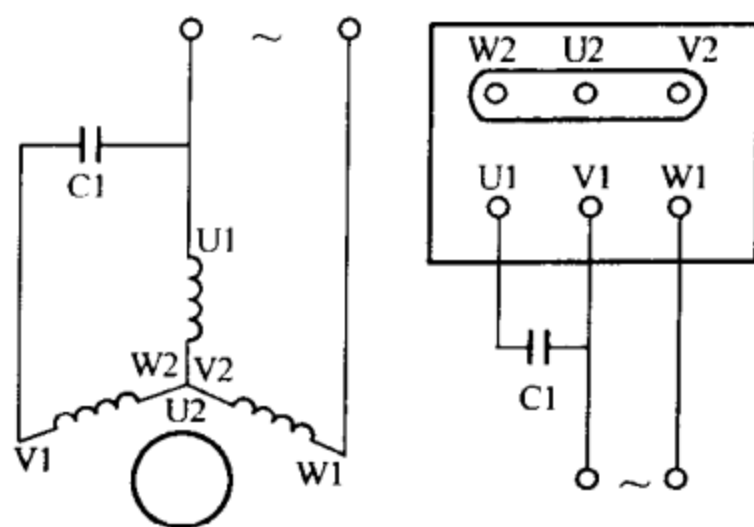
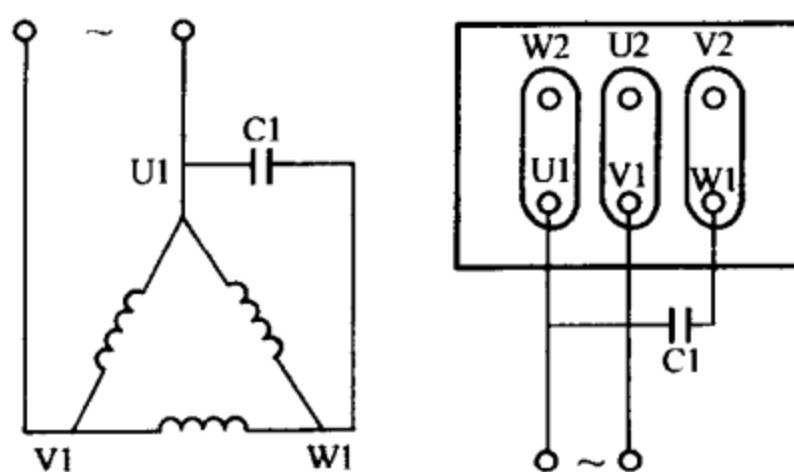
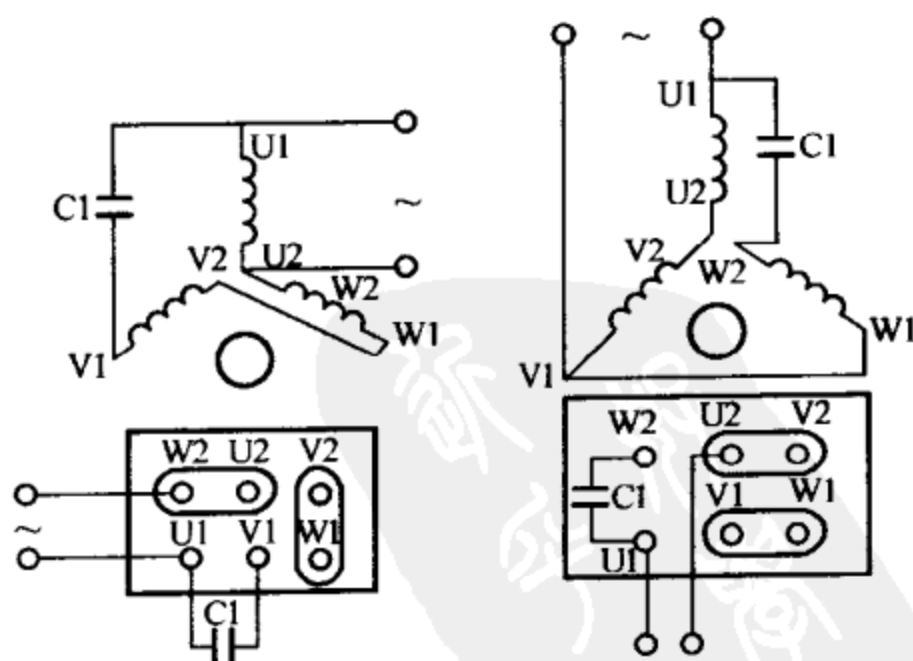
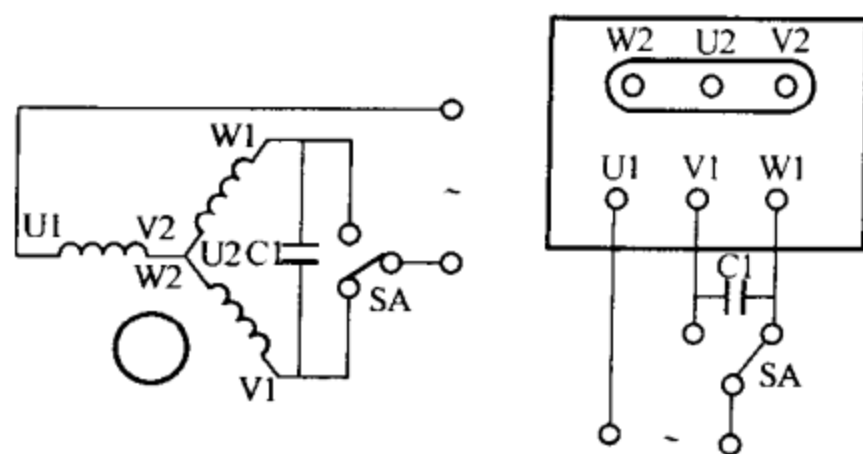

图 2-21 Y接法的连接方式示意图
图 2-22 Δ接法的电机连接方式示意图
图 2-23 六端接线方式示意图
图 2-24 正反向旋转的可逆连接方式示意图
三相异步电动机接用单相电源的连接方式如下：①三端头接线方式：三相异步电动机 Y 接法时的连接方式如图 2-21 所示，三相异步电动机 Δ 接法时的连接方式如图 2-22 所示；②六端头接线方式如图 2-23 所示；③电动机正反向旋转的可逆连接方式如图 2-24 所示。